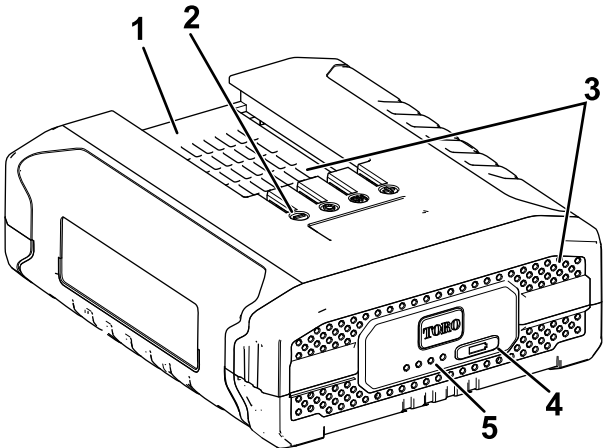

Figura 10
- 3. Allineate la cavità nel pacco batteria (Figura 10) con la linguetta sul caricabatterie.